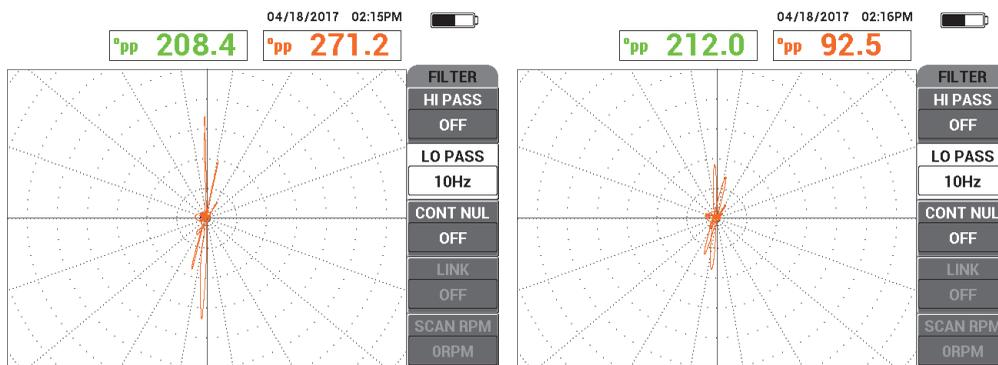

Рис. 5-206 Сканирование с фильтром ФНЧ 10 Гц (слева); и очень высокой частотой скан. (справа)
3. Просканируйте трубу на наличие дефектов (см. Рис. 5-206 на стр. 289).